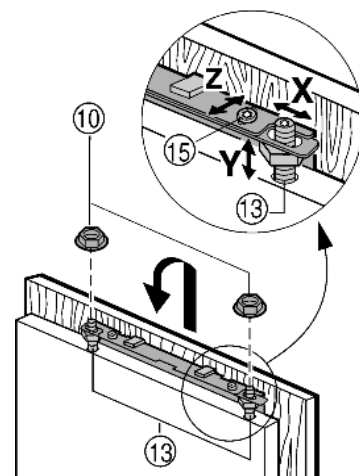

Fig. 15
- ▶ Навесьте мебельную дверцу на регулировочные болты Fig. 15 (13) и контргаек Fig. 15 (10) накрутите на регулировочные болты, не затягивая.
- ▶ Выравнивание мебельной двери по высоте Y и боковому наклону: с помощью отвертки установите положение регулировочными болтами Fig. 15 (13).
- ▶ Затяните контргаек Fig. 15 (10).